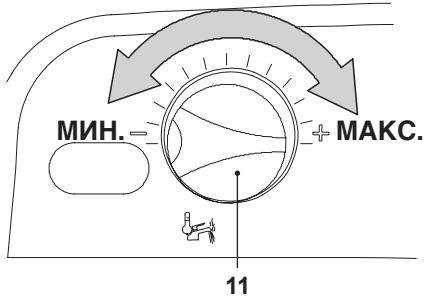

Рисунок 7.10
- Поверните регулировочную ручку температуры ГВС 11 на максимум Рисунок 7.10 и проверьте значение CO_2 .